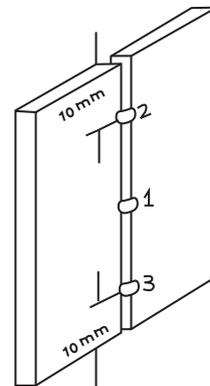

Figura 1
- 3° paso - Puntee las piezas (figura 1).